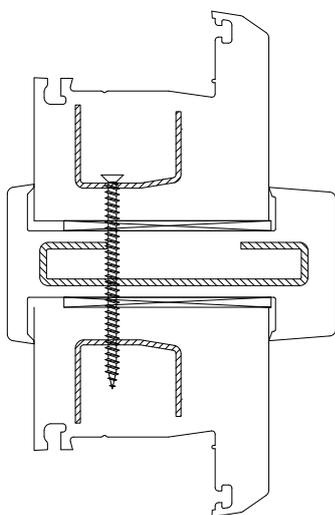

Рис. 7 Примеры соединений
- рассверлить отверстие со стороны установки крепежа диаметром равным диаметру крепежного элемента, но только до последнего усилительного вкладыша. Таким образом при завинчивании крепежного элемента (шурупа) усилие сжатия будет прикладываться к шляпке крепежного элемента и крайнему усилительному вкладышу, что исключает деформации ПВХ-профилей и усилительных вкладышей соединителя, и первой коробки (рис.7);
- если полка усилительного вкладыша не доходит до внешней стенки коробки рассверлить отверстие до первой полки вкладыша со стороны установки крепежа диаметром равным диаметру шляпки крепежного элемента (рис.7);